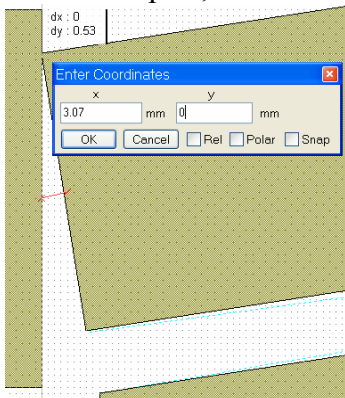

Рис. 8
6. Щёлкните по значку View Area на панели инструментов и выделите крупным масштабом соединение входного проводника с фильтром. Щёлкните по значку Polygon. Установите курсор на правый нижний угол входного проводника, щёлкните левой кнопкой мышки, переместите курсор вверх до правого верхнего угла проводника связи с резонатором, щёлкните мышкой и затем нажмите клавишу Tab. В открывшемся окне (рис. 8)